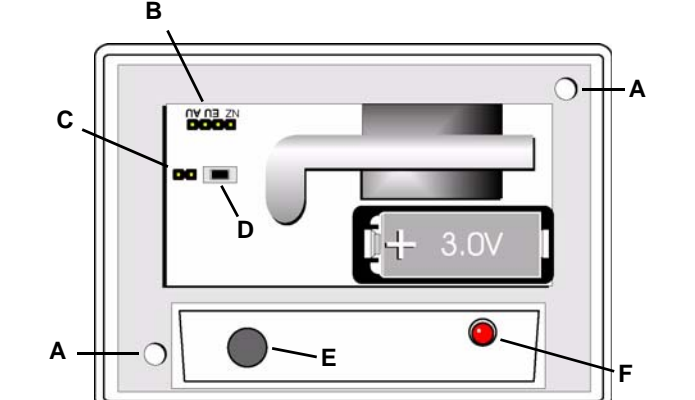

Fig. 1 ES1247 Komponenter
- Sæt batteriet i (Fig. 1).
- Tryk på **Reset**-knappen for at initialisere senderen (Fig. 1).
- Placér en jumper på det ønskede frekvensbånds pins (Fig. 1).